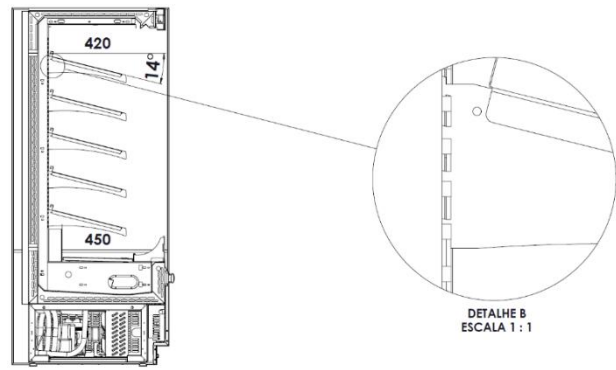

Figura 11: Prateleira inclinada 14°
- 2 - Permite inclinação de 14° conforme Figura 11;